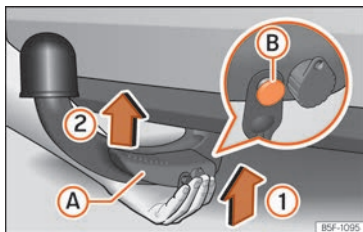

Abb. 185 Anhängerkupplung anbringen
- Die Anhängerkupplung **von unten** und der Pfeilrichtung »» **Abb. 185** (1) folgend in die deren Aufnahme einsetzen, bis sie hörbar einrastet »» **△**.
Der Hebel »» **Abb. 185** (A) dreht sich **automatisch** in Pfeilrichtung (2) nach oben und der Entriegelungsbolzen (B) kommt heraus (sein rot-grüner Teil ist sichtbar) »» **△**.
- **Beim Befestigen der Anhängerkupplung nicht mit den Händen in den Hebel fassen, um ein Einklemmen der Finger zu vermeiden** »» **Abb. 185** (A).
① VORSICHT